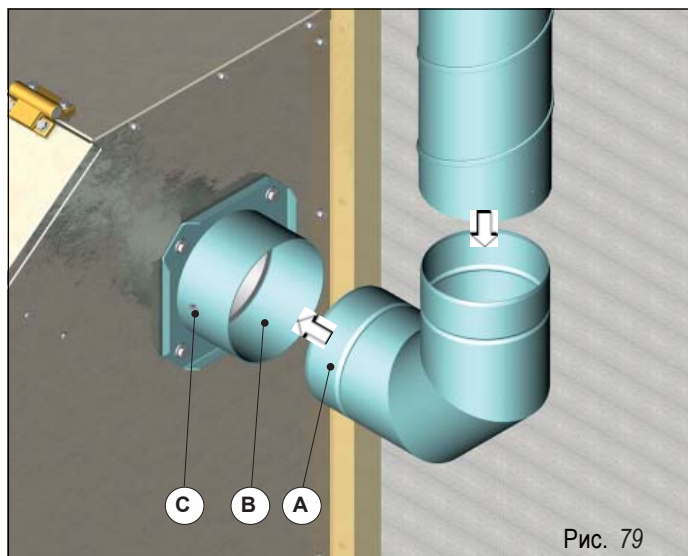
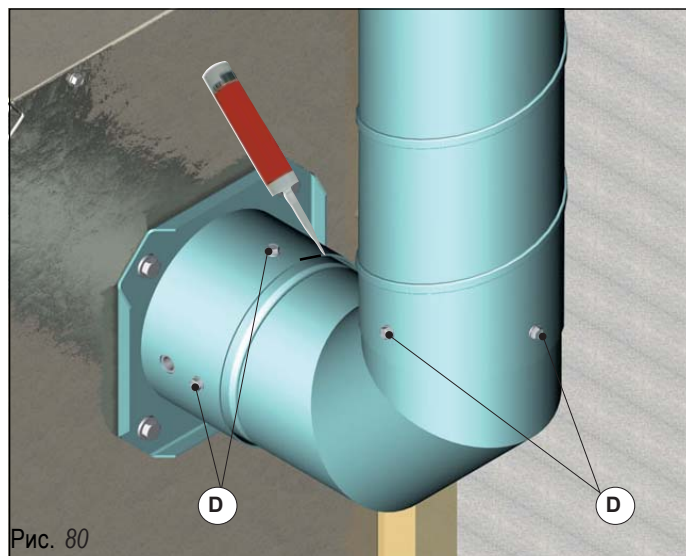

Рис. 79
Рис. 80
Вставить изгиб (A) в дымоход для отводов продуктов сгорания генератора (B), вплоть до гайки, предусмотренной для взятия анализа дыма (C), см. рис. 79. Заделать силиконовым герметиком соединение изгиба с дымоходом генератора и все другие соединения. Закрепить все соединения 4-мя саморезами (D), см. рис. 80.